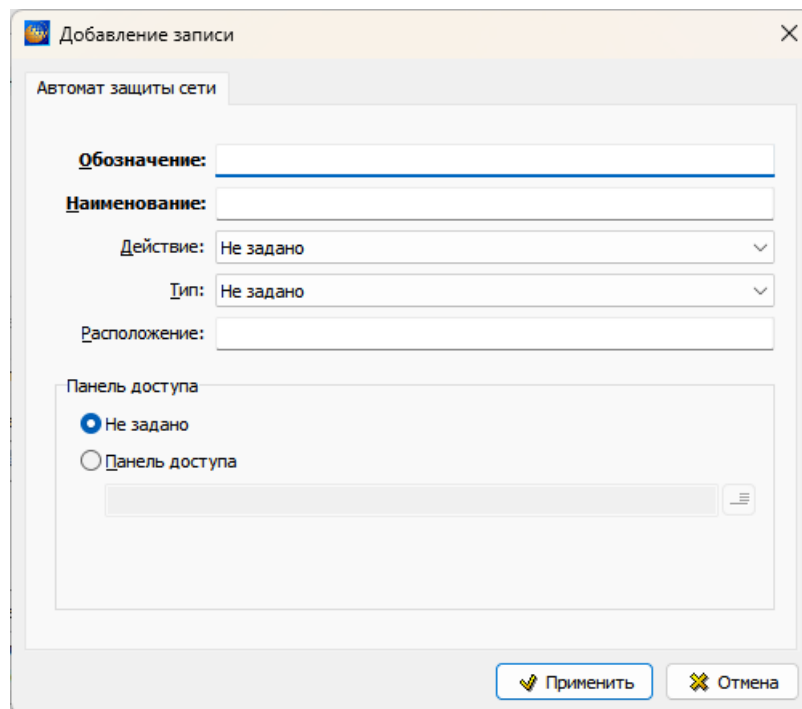

Рисунок 560
5) Для ввода перечня автоматов защиты выделите подгруппу и нажмите на кнопку **Добавить** . После этого появится окно **Добавление записи** (рисунок 560).